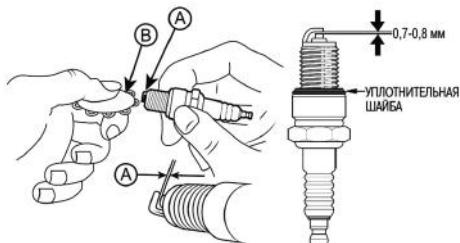

Рис. 23 Проверка зазора между электродами
4. Измерьте зазор А между электродами свечи зажигания специальным щупом В. Зазор А должен быть $0,7\text{--}0,8$ мм (Рис. 23). При увеличении или уменьшении требуемого зазора, рекомендуется заменить свечу, так как регулировка зазора может привести к изменению качества искрообразования.